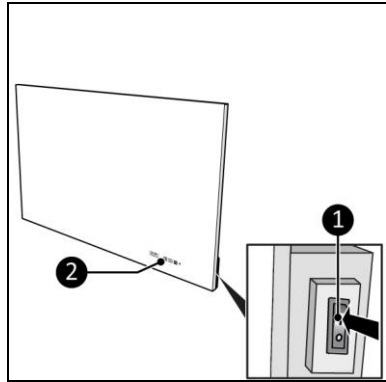

Abbildung 11
1. Stellen Sie den EIN/AUS-Schalter auf EIN (Abbildung 11, Pos. 1).
2. Die Schalttafel und die Anzeige (Abbildung 11, Pos. 2) leuchten auf.